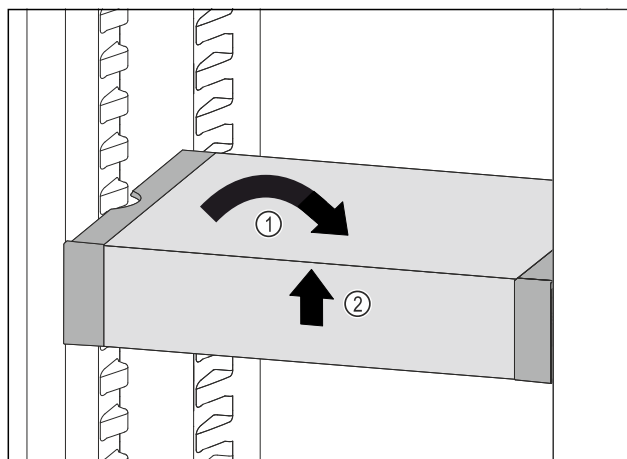

Fig. 72
- ▶ VarioSafe ustawić prosto. Fig. 72 (1)
- ▶ VarioSafe unieść z przodu. Fig. 72 (2)